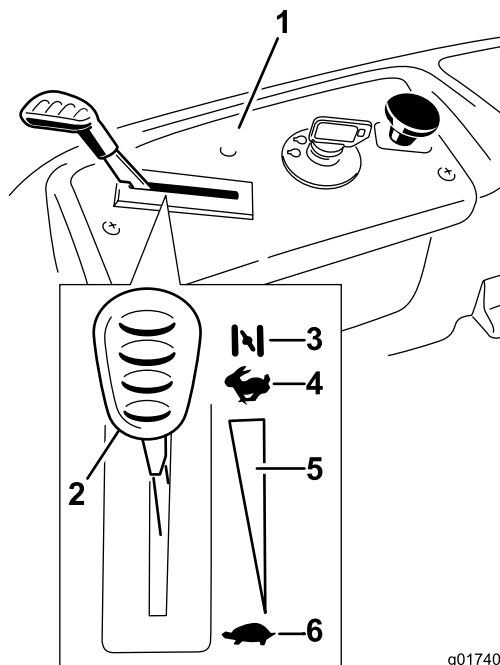

Figura 12
3. Mova a alavanca do acelerador para Ar antes de ligar o motor a frio (Figura 12).
5. Depois de o motor arrancar, mova a alavanca do acelerador para Rápido (Figura 12). Se o motor parar ou se engasgar, volte a colocar a alavanca do acelerador na posição Ar durante alguns segundos. Repita isto conforme necessário.
3. Desligue a chave da ignição (Figura 12) e retire a chave.